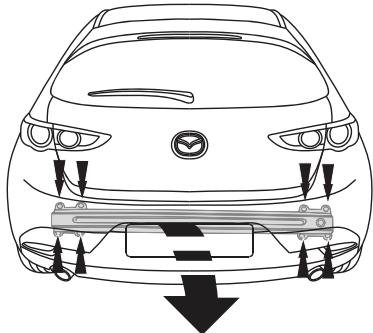

Fig. 1
1. Снять бампер вместе со буферным бруском автомобиля. Буферный брус больше не понадобится. Поставить болты на гайки. См. рисунок 1.